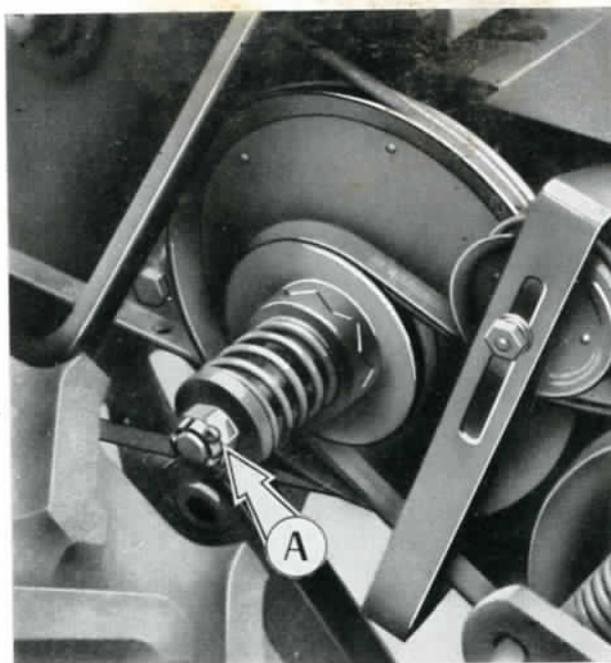

FIG. 15
L'un placé sur l'arbre du tambour engreneur (côté droit de la machine) protège l'ensemble des organes de commande et d'alimentation (fig. 15).
Le débrayage côté droit peut être resserré par l'écrou de réglage (A) [fig. 15].